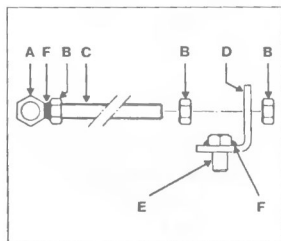

Рис. 6.38
5. Изготовьте приспособление (рис. 6.38) для расположения рычагов подвески так, чтобы торсион мог быть правильно установлен.